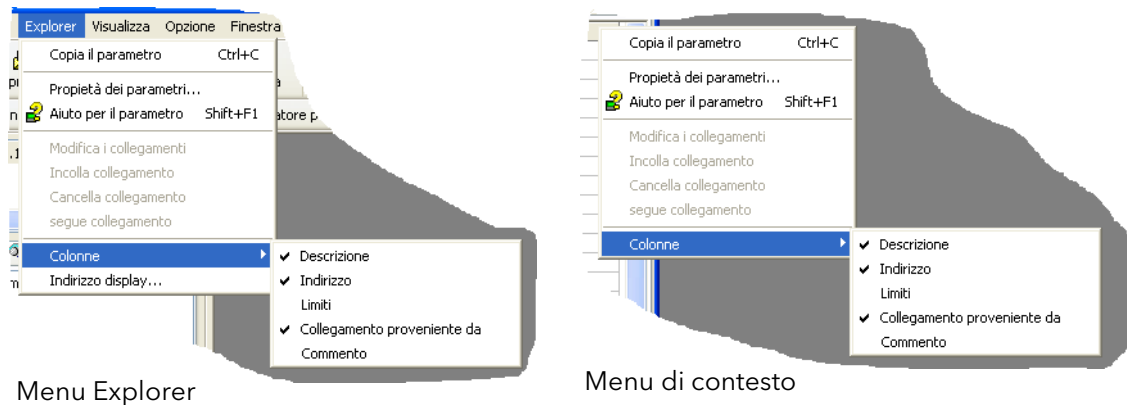

Figura 6.4b Abilitazione/disabilitazione colonna
La figura mostra il layout predefinito della tabella. È possibile aggiungere/eliminare colonne dalla schermata utilizzando la voce "Colonne" dell'Explorer o dei menu di contesto (Figura 6.4b).
2. Colonne. La finestra di Explorer predefinita (figura 6.4a) contiene le colonne "Nome", "Descrizione", "Indirizzo", "Valore" e "Cablato da". Come si può osservare dalla figura 6.4b, è possibile selezionare le colonne da visualizzare utilizzando il menu Explorer o il menu di contesto. Nell'esempio precedente sono stati abilitati dei "Limiti".